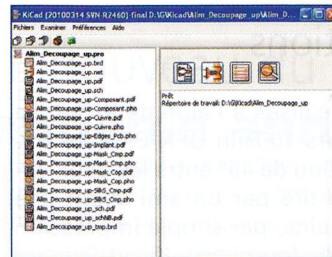

Figure 1, Kicad, le gestionnaire de projet
- Kicad est le gestionnaire de projets qui facilite l'utilisation des différents autres programmes et fichiers du projet (figure 1).